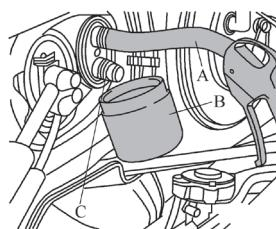

图 5-11 放出冷却液
8) 如图 5-11 所示，将软管 A 插入热交换器的上部接口。在下面的接口 C 下固定一个容器 B。通过软管 A 用压缩空气吹出热交换器中的残余冷却液。